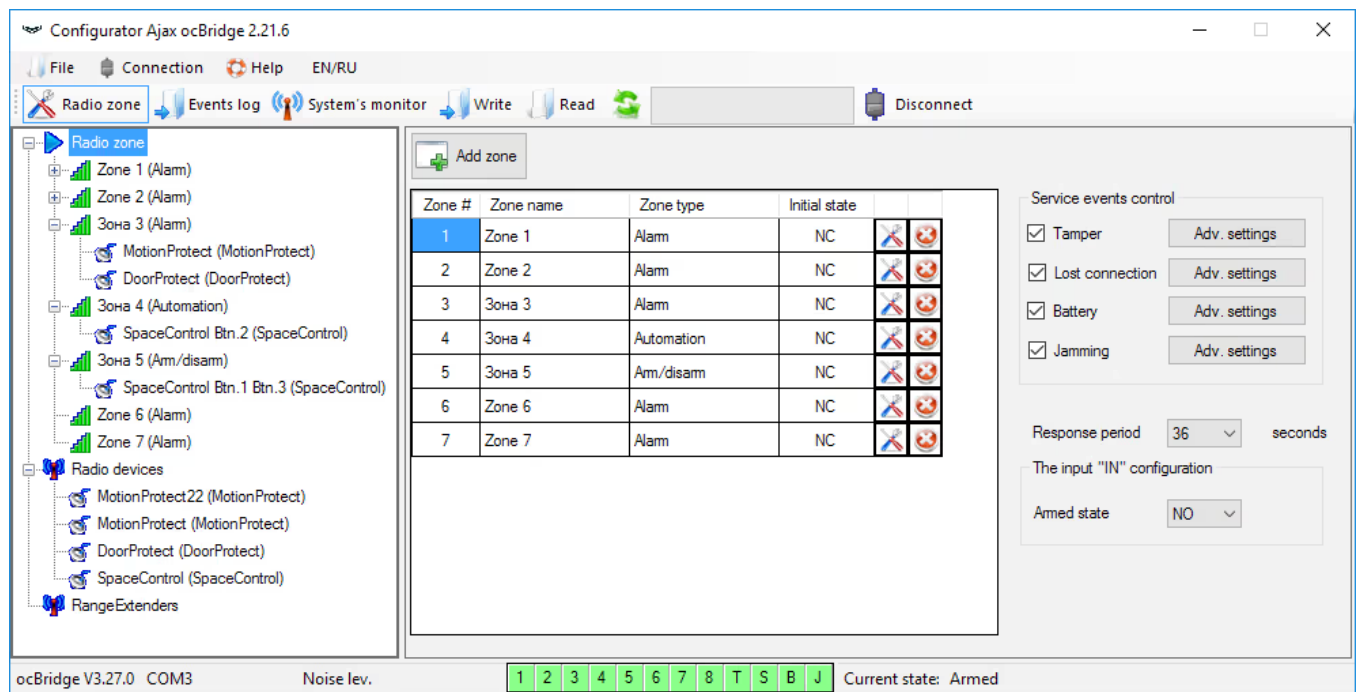

Figura 11. Zone radio
4. Nella schermata "**Radio zones**" (Figura 11) è possibile creare le zone di rilevamento richieste, aggiungere sensori e dispositivi (consultare il **Gestione dei**